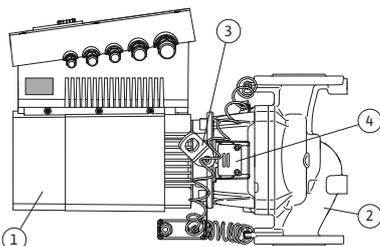

Fig. 10: Bomba completa
La característica típica de la serie Stratos GIGA es la camisa de refrigeración del motor. La corriente de aire se conduce de forma óptima a través de la cubierta longitudinal del ventilador (Fig. 10, pos. 1) hasta la refrigeración del motor y del módulo electrónico.
(Fig. 10, pos. 2) muestra la carcasa de la bomba con un conducto especial de la linterna para descargar el rodete.
Las argollas de transporte (Fig. 10, pos. 3) se tienen que utilizar de acuerdo con las indicaciones de los capítulos 3 “Transporte y almacenamiento” en la página 5 y 10 “Mantenimiento” en la página 48.
La ventanilla cubierta con la chapa de protección (Fig. 10, pos. 4) que hay en la linterna se utiliza en los trabajos de mantenimiento tal y como se indica en el capítulo 10 “Mantenimiento” en la página 48. Dicha ventanilla también se puede utilizar para comprobar la existencia de escapes, cumpliendo siempre las disposiciones de seguridad que aparecen en el capítulo 9 “Puesta en marcha” en la página 44 y el capítulo 10 “Mantenimiento” en la página 48.